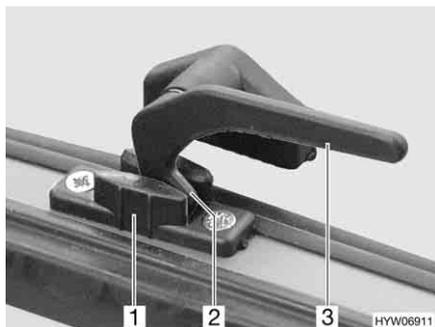

Fig. 98 Alavanca de trava na posição "Arejamento contínuo"
- Na posição "Arejamento contínuo" (Fig. 98)
- Gire todas as alavancas de trava (Fig. 98,3) um quarto de volta na direção do meio da clarabóia.
- Gire novamente para trás todas as alavancas de trava. Nessa ocasião, introduza a ponta de trava (Fig. 98,2) no entalhe do dispositivo de bloqueio da clarabóia (Fig. 98,1).